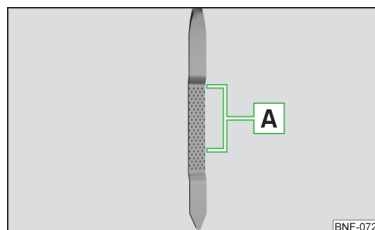

Abb. 141
Der Ölstand muss im Bereich **A** liegen » Abb. 141. Liegt der Ölstand unterhalb des Bereichs **A**, das Öl nachfüllen.
- Der Ölstand darf keinesfalls außerhalb des Bereichs **A** liegen » Abb. 141 - an-